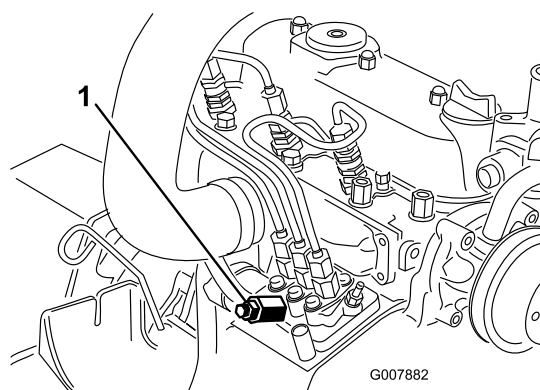

Рисунок 41
3. Поместите ветошь под продувочный винт топливного насоса высокого давления (ТНВД) и откройте его (Рисунок 41).